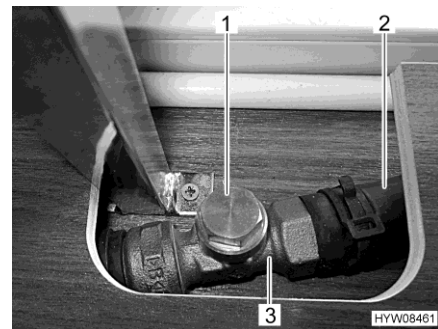

Fig. 180 Vanne d'étranglement (ouverte)
- Saisir la dérivation (Fig. 180,2) derrière la vanne d'étranglement (Fig. 180,3). Le flexible doit être tiède.